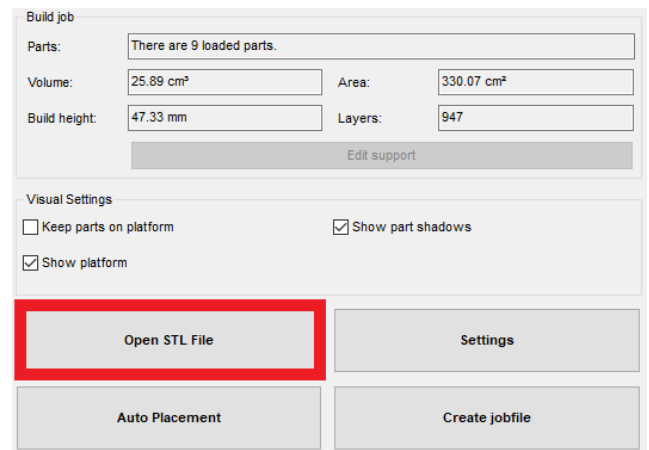

Abbildung 3: Open STL File
- **Mit dem Datei-Explorer öffnen:** Drücken Sie die **Open STL File** Schaltfläche (Abbildung 3). Daraufhin wird sich ein **Explorer-Fenster** öffnen, von dem aus Sie die Datei auswählen und öffnen können.